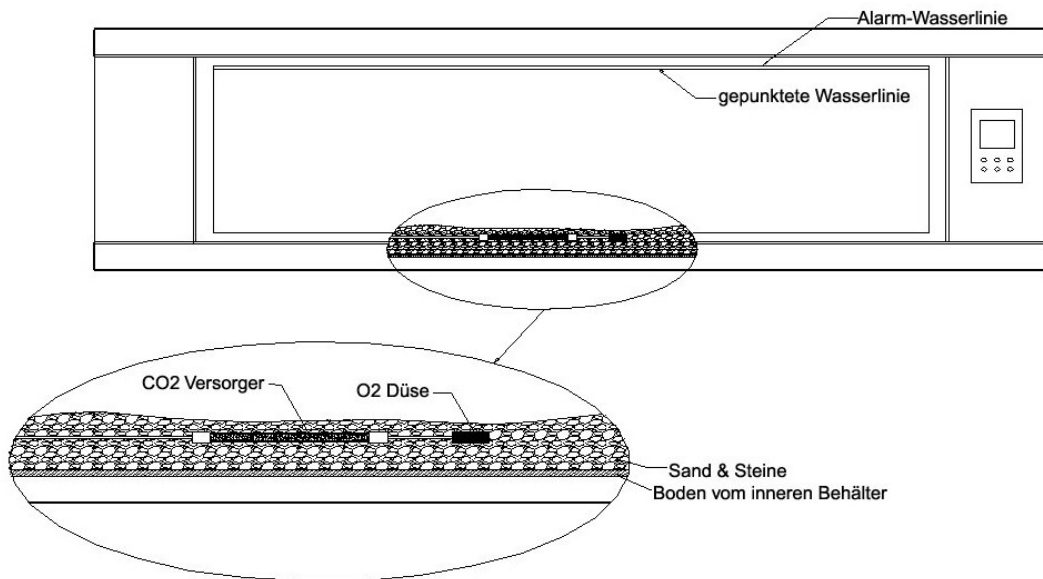

Bild 4
- Füllen Sie ca. 40-55mm hoch Sand und Steine ein (Bild 4). Legen Sie die CO2-Einheit und den O2-Ausströmer in die Mitte des Aquariumbodens und bedecken Sie diese mit Sand. (Hinweis: Bedecken Sie die CO2-Einheit und den O2-Ausströmer nicht zu hoch mit Sand, um Verstopfungen und Stau zu vermeiden).